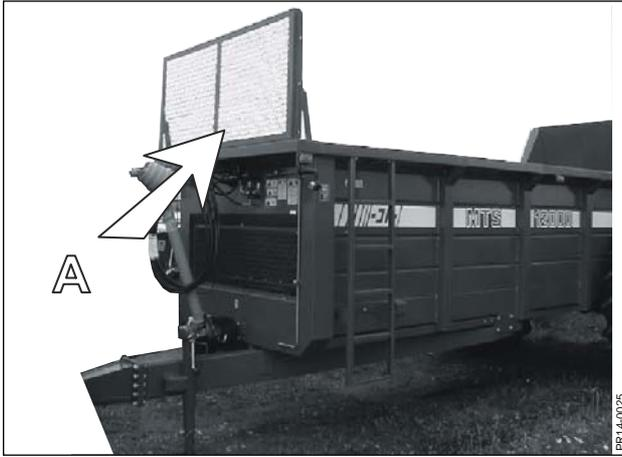

Fig. 4.1
Fig. 4.1 Der Steinschutz (A) wird angebaut und sichert damit den Schlepper gegen Steine und andere Fremdkörper, die unbeabsichtigt während der Arbeit im Feld hinausgeworfen werden.